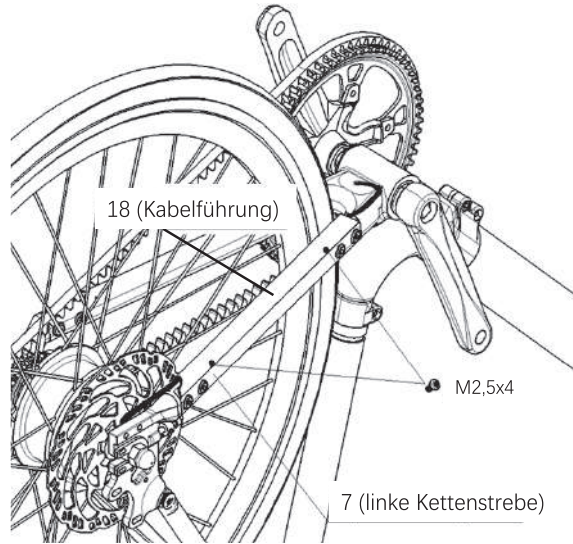

Abb. 37-1
c. Verwenden Sie Teil 18, um das Motorkabel abzudecken, und verwenden Sie dann einen Schraubendreher, um die beiden M2,5x4mm-Schrauben an Teil 7 zu befestigen, wie in Abb. 37-1 gezeigt.